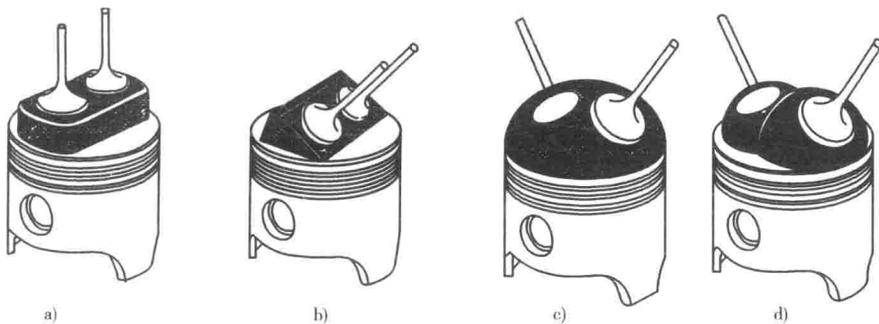

图 2-3 燃烧室种类
(8)结合图 2-3 确认所拆发动机燃烧室的形状;讨论气门的布置方式与燃烧室结构的关系。